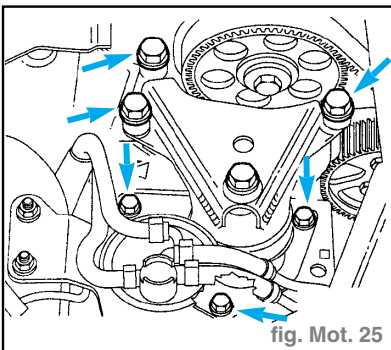

fig. Mot. 25
- Dévisser les vis de fixation du moteur (flèches) et déposer le palier de moteur au complet (fig. Mot. 25).